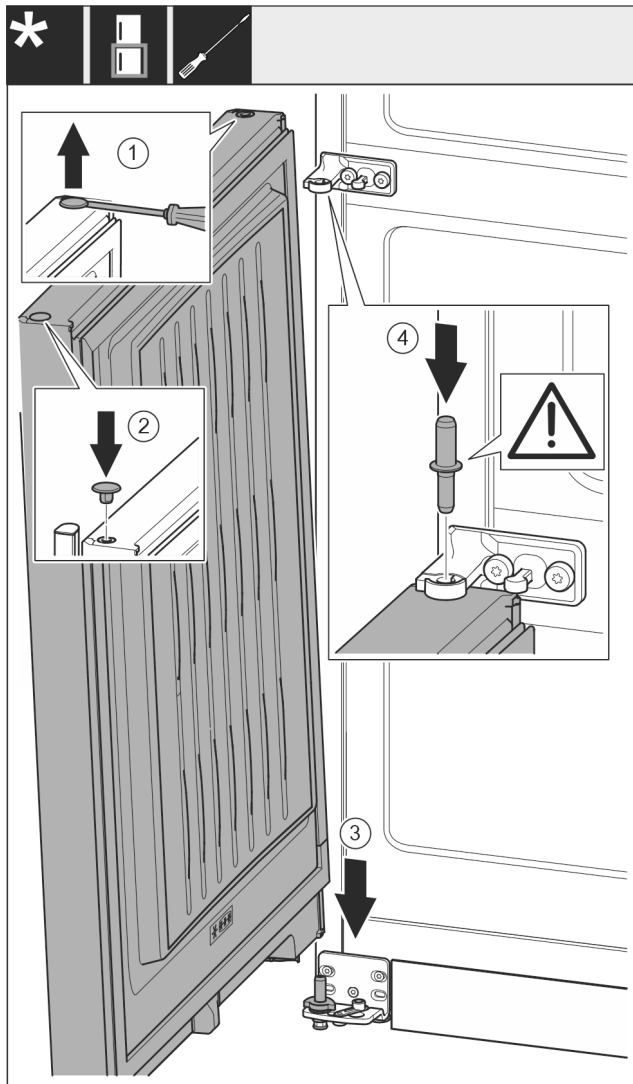

Fig. 20
- ▶ Använd en spårskruvmejsel och lyft försiktigt pluggen Fig. 20 (1) och dra ut den.
- ▶ Sätt in pluggen Fig. 20 (2) på dörrens andra sida igen.
- ▶ Sätt dörren Fig. 20 (3) uppifrån på den undre lagerbulten.
- ▶ För den mellersta lagerbulten Fig. 20 (4) genom den mellersta lagerbocken och sätt in i den i undre dörren. Se till att låskammen riktas bakåt.